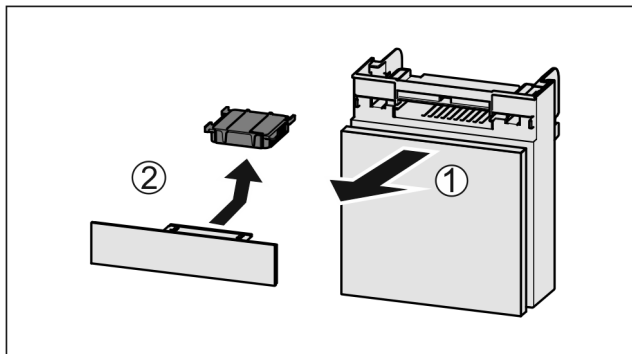

Fig. 75
- Zásuvku vytáhněte dopředu Fig. 75 (1).
- Filtr s aktivním uhlím vyjměte Fig. 75 (2).